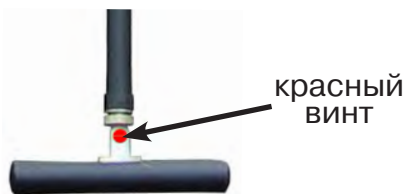

Рис.9.4
По направлению «стрелки» можно отличить «свой» сигнал от «чужого», поскольку направление тока в «своей» коммуникации противоположно «перенаведенным» токам, протекающим по «чужим» коммуникациям. Направление сигнала - вперед (↑) является условным понятием и «назначается» оператором для данного положения датчика относительно данной трассы, которое фиксируется оператором по метке в виде красного винта (рис.9.4), расположенной на одной из сторон датчика ЭМД-247.
4. «Назначение» производится нажатием кнопки **f** при расположении датчика точно над «выделенной» коммуникацией, считающейся «своей». После этого указатель направления сигнала приобретает вид (↓). При переходе на «чужую» коммуникацию с другим «направлением сигнала» (или при изменении положения датчика на «обратное») раздастся звук и стрелка покажет «направление сигнала - назад (↓)» (рис.9.4)